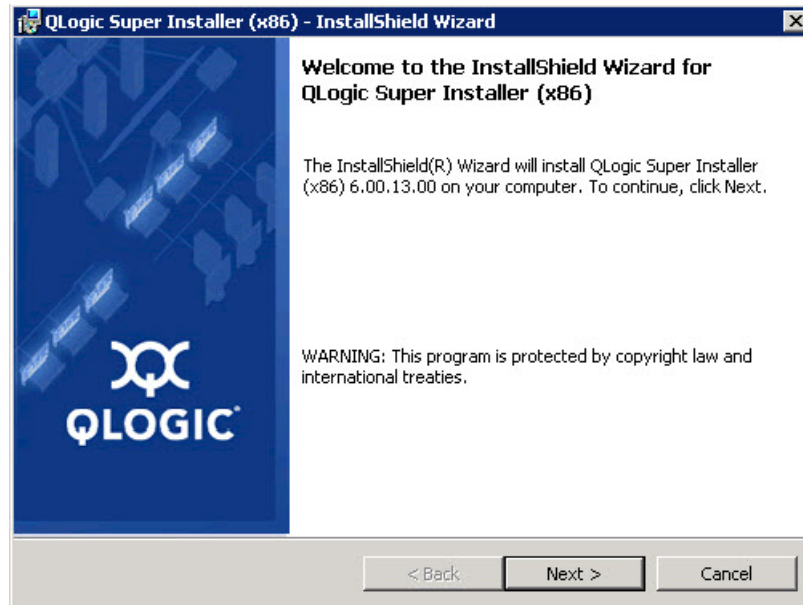

Figure 3-2. Assistant QLogic InstallShield : Fenêtre de bienvenue
3. Dans la fenêtre de bienvenue de l'Assistant QLogic Super Installer—InstallShield® (Figure 3-2), cliquez sur **Next** (Suivant).